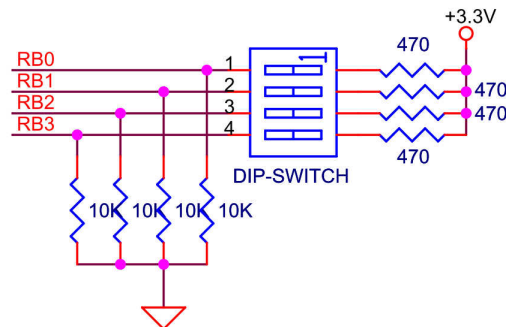

Figura 5. *Dip-switch* de 4 posições ligado a 4 bits do porto B.
8. Escreva um programa que leia o valor do *dip-switch* de 4 bits (Figura 5), faça a conversão para o código de 7 segmentos respetivo e escreva o resultado no *display* menos significativo (não se esqueça de configurar previamente os portos **RB0** a **RB3** como entradas).